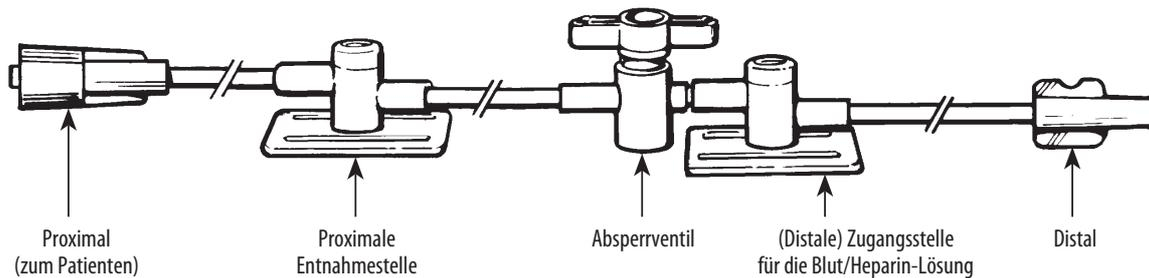

Abbildung 1
8. Das proximale Ende des Kits mit dem männlichen Luer-Lock-Anschluss fest an den vorgefüllten Katheter anschließen (Abbildung 1).